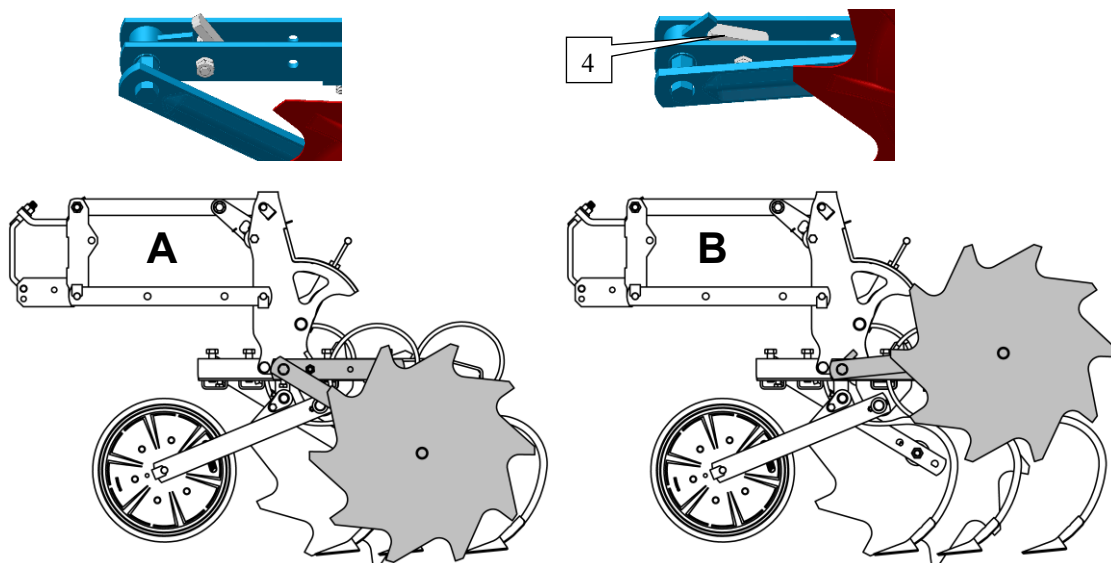

Fig. 2
- Escamotage des disques protège-plants (fig.2).